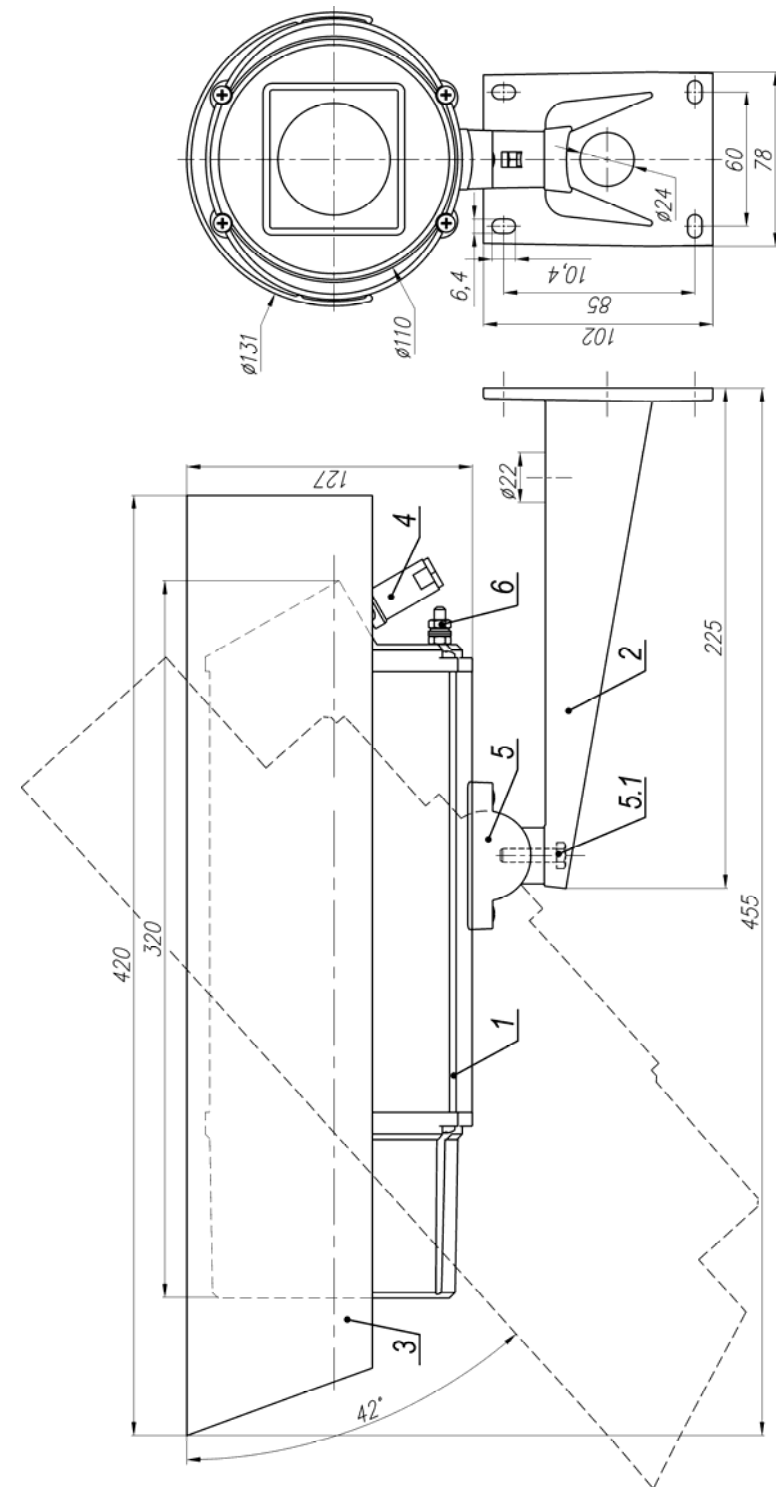

Рис.1 Габаритные и установочные размеры ТВК-94 IP
3. Ослабив болт фиксации шарнира (поз.5.1 рис.1), установить гермобок на нужное направление обзора, после чего надежно зафиксировать шарнир затянув болт.
4. Заземлить гермобок с помощью болта заземления (поз.6 рис.1).
Состав изделия: (см. рис.1)